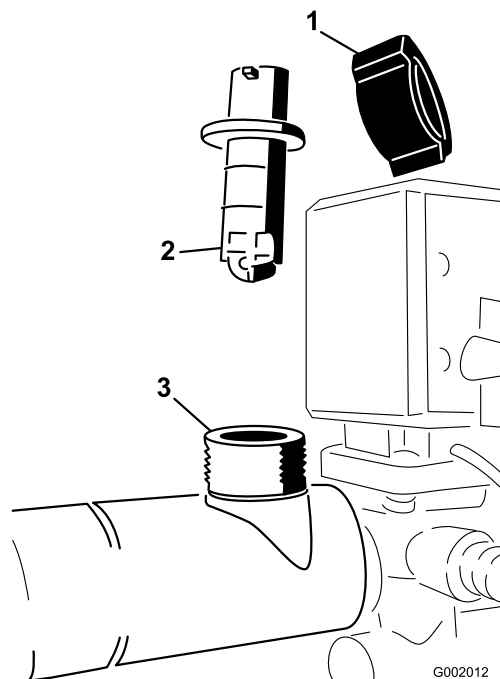

Figura 76
2. Retire la tapa del cuerpo del caudalímetro (Figura 76).